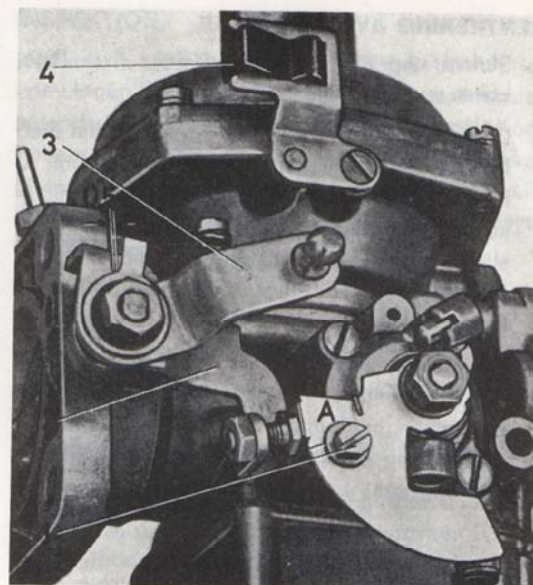

Bild 86. Inställning av snabbtomgång
4. Vrid skruven (1) nedåt tills motorn börjar gå ojämnt. Vrid skruven tillbaka uppåt tills motorn går ojämnt och räkna antalet varv. Ställ skruven mitt emellan dessa lägen.
5. Justera snabbtomgångsskruven tills denna just berör kamskivan vid en punkt 11–13 mm (A, bild 86) från övre delen då kamskivan vrids uppåt. Vid mycket kall väderlek justeras skruven in så att den just berör kamskivan då chokereglaget är helt inskjutet.
Efter inställning av tomgångsvarvtal justeras dragstångens längd (höger- resp. vänstergängad i kulsålarna) så att ett spel av 0,5 mm bildas mellan gasreglagehävarens och inre hävarens medbringararmar (bild 86).
Tillse att chokereglaget vid förarplatsen står i stängt läge. Lås därefter fast dragtråden i snabbtomgångskammens klämskruv (1, bild 86). Därefter fästes dragtrådens ytterhölje med därför avsett klips (4).